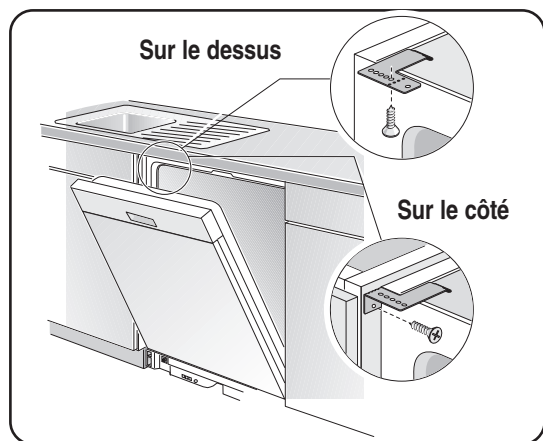

Figure 22
- 1 Visser les vis de fixation par les trous de la fixation comme à la **figure 22** pour fixation supérieure ou latérale.